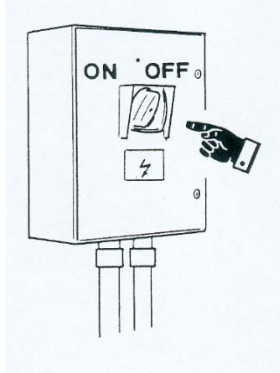

Abb. 17
4. Eignung und einwandfreien Betrieb der Stromversorgungsanlage überprüfen: (Abb. 17)